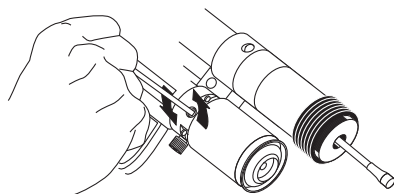

Figure 5
2. Desserrer le bouchon de purge d'air avec la clé hexagonale (3 mm) en dotation comme indiqué en figure 5.